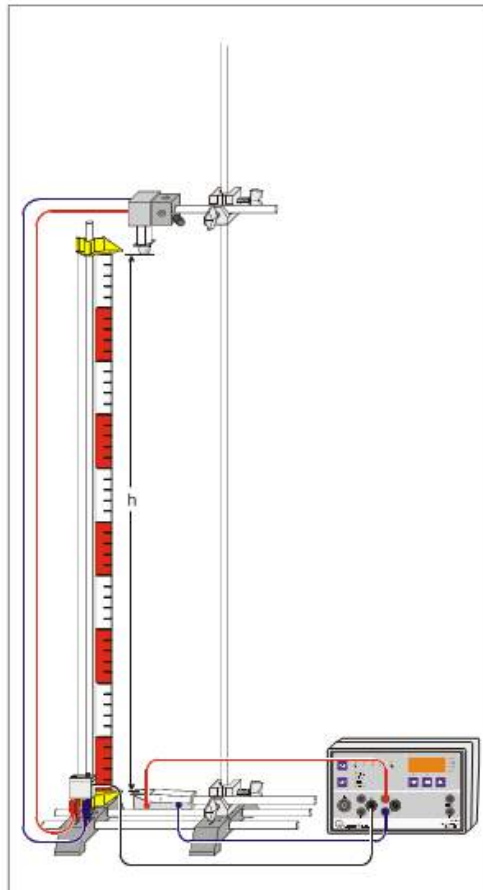

Figura 1 Fuente: LD Didactic
Para realizar el montaje deberá ejecutar los siguientes pasos con ayuda de la figura 1 y así poder empezar a desarrollar la práctica:
1. Colocar y ajustar 2 varillas de 25 cm entre las bases soporte como indica la figura 1.
2. Colocar y ajustar las varillas de 150 cm y la que tiene la regla en las bases soporte como lo muestra la figura 1. Insertar los indicadores amarillos en la varilla con regla.
3. Ubicar la placa de contacto en la parte inferior lo más cerca posible a la base soporte según como lo muestra la figura 1.
5. Ubicar el electroimán con manguito en la varilla vertical con ayuda de la prensa como lo muestra la figura 1.
6. Conectar los cables rojo y azul de 200 cm al electroimán y a la base soporte según la figura 1.
7. Acomodar el disparador del electroimán sobre los cables colocados en la base soporte y conectarlo al contador S, según se muestra en la figura 1.
8. Conectar los cables rojos y azul de 50 cm a la placa de contacto y al contador S como se indica en la figura 1.